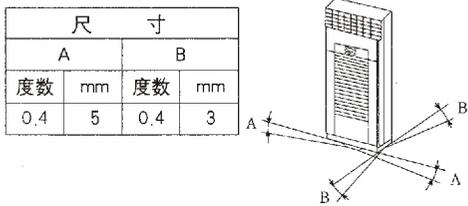

图2 最大基础梯度
- (2) 确保基础平坦、水平并足够结实，遵照图2所示基础最大梯度的规定。
- (3) 防倒措施：